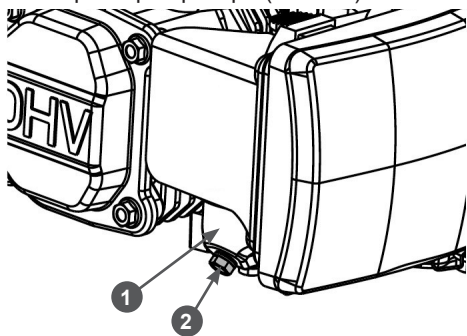

Рис. 25. Слив топлива из карбюратора
1. Установите под карбюратор 1 подходящую емкость (Рис. 25).
2. Открутите болт 2 сливного отверстия и слейте топливо из поплавковой камеры карбюратора (Рис. 25).